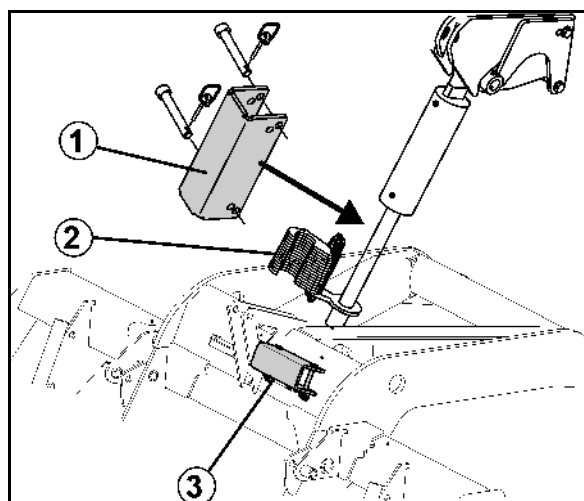

Fig. 10
- Bloqueo mecánico del cilindro del mecanismo de traslación (Fig. 10/1) para evitar el descenso accidental de las púas durante el mantenimiento
2. Girar hacia fuera todos los elementos distanciadores (Fig. 10/2) del vástago del émbolo.
3. Retirar el bloqueo desde la posición de estacionamiento (Fig. 10/3).